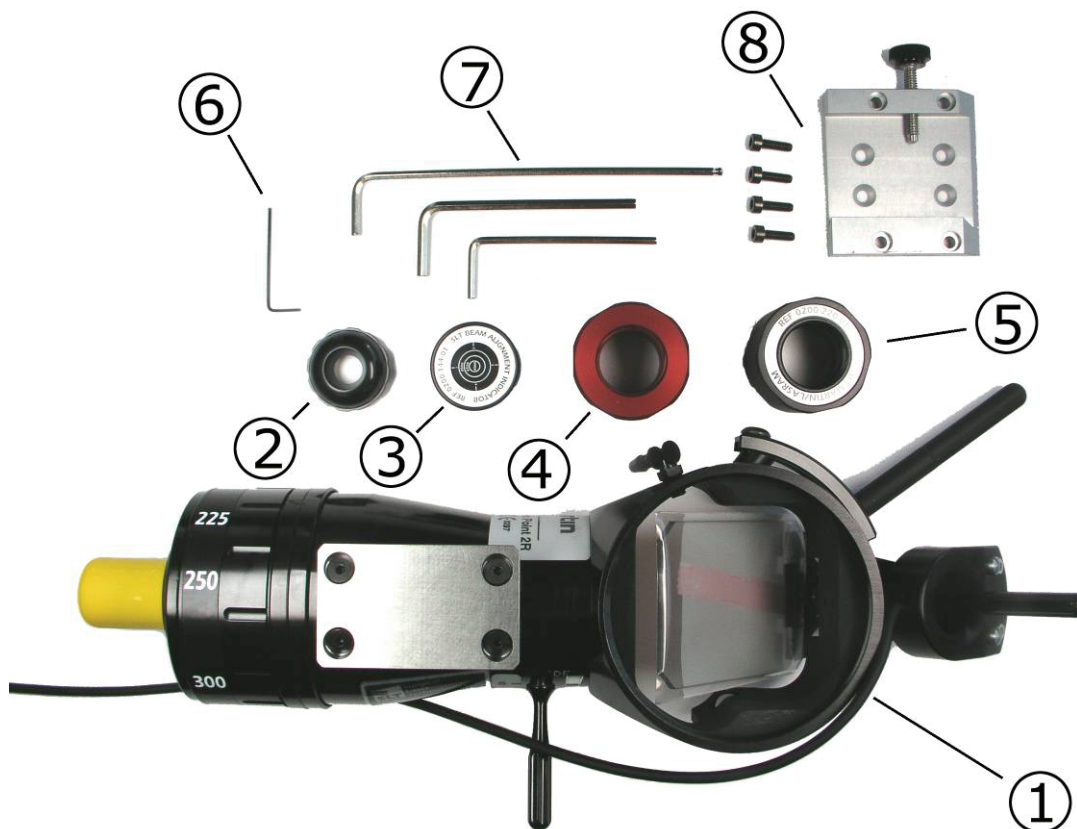

Abb. 5-1 MICRO POINT 2 / 2 R Lieferumfang
- MICRO POINT 2 / 2 R (1, Abb. 5-1).
- Joystickmutter (Nur bei MICRO POINT 2 / 2 R) (2, Abb. 5-1).
- Justieranzeige (3, Abb. 5-1), mit der die Justierung des Lasers mithilfe des Pilotlaserstrahls überprüft werden kann.
- Soft Scan Plus Adapter (4, Abb. 5-1), zum Anschluss des Scanners Soft Scan Plus an den Mikromanipulator.
- Inbusschlüssel (6, Abb. 5-1) zur Montage und Justierung des Micro Switch (nur MICRO POINT 2 / 2 R).
- Inbusschlüssel-Set (7, Abb. 5-1).
- Adapterplatte (8, Abb. 5-1) zum schnellen Befestigen des MICRO POINT 2 / 2 R an das OP Mikroskop.
Zum Scannen über den MICRO POINT 2 / 2 R Mikromanipulator steht ein roter Adapter zum Anschluss des Soft Scan Plus oder Soft Scan Plus R der Laser MCO25plus und MCO50plus zur Verfügung. Der Adapter (4, Abb. 5-1) wird zwischen dem roten Ausgang des Soft Scan plus (R) und dem Mikromanipulator angeschlossen.
Der Spiegelgelenkarm des Lasers wird am MICRO POINT 2 / 2 R angeschlossen. Hierzu wird der Adapter (5, Abb. 5-1) am Laserarm und anschließend am MICRO POINT 2 / 2 R festgeschraubt.
Bei Anwendung mit den Scannern Soft Scan Plus muss der entsprechende rote Adapter (4, Abb. 5-1) auf den Spiegelgelenkarm aufgeschraubt werden, siehe Kapitel 5.3.